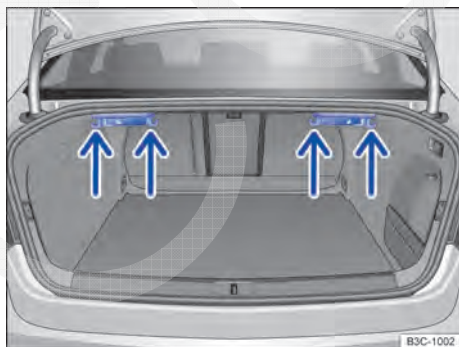

Fig. 109 No compartimento de bagagem: ganchos para sacolas (setas).
- Pendurar sacolas em um dos ganchos para sacolas $\Rightarrow$ Fig. 109 (seta).